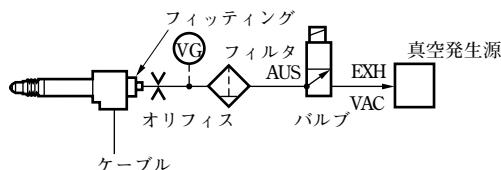
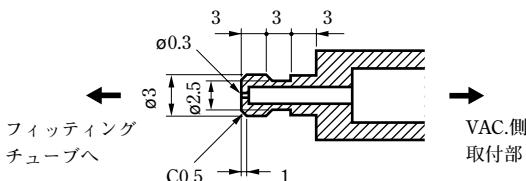

図1.空圧回路
図2.オリフィスの寸法
- エアーリフター取付口を通じて、真空ポンプなどの利用で測定子操作をする場合には、図1のような構成の空圧回路を用いますと、エア駆動が可能となります。真空圧は40~66.7 kPa程度が適当です。また、吸排気速度をコントロールするため、専用チューブの先には図2のようなオリフィスを設けてください。測定子は排気により引込み操作となります。